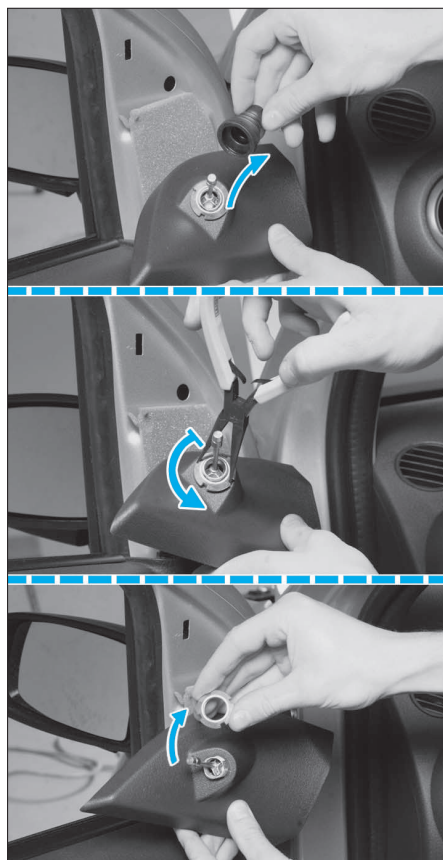

FIG. 87
- Déclipser de la même façon l'enjoliveur intérieur de rétroviseur, puis déposer le caoutchouc de la manette de réglage (Fig.87).